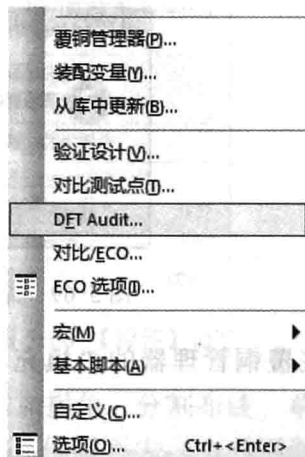

图 5-74 【DFT Audit】菜单命令
(2) 设置 TESTPOINT 为默认焊盘。执行菜单命令【工具】→【DFT Audit】，如图 5-74 所示。弹出“DFT Audit”对话框，在“选项”标签页，将 TESTPOINT 设置为默认测试点过孔，如图 5-75 所示。